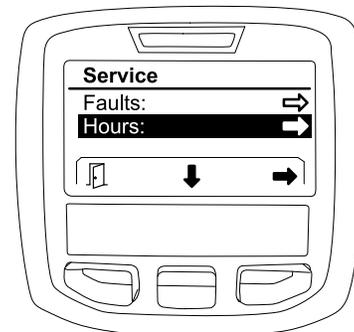

Figure 28
- Appuyez sur le bouton de sélection central pour naviguer jusqu'à l'option HOURS (Figure 28).